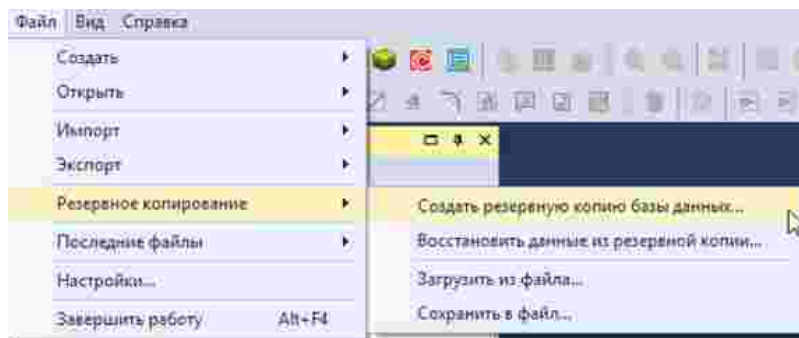

Рис. 67 Вызов функции резервного копирования
1. В главном меню выберите раздел «Файл» -> «Резервное копирование» -> «Создать резервную копию базы данных...», см. Рис. 67.